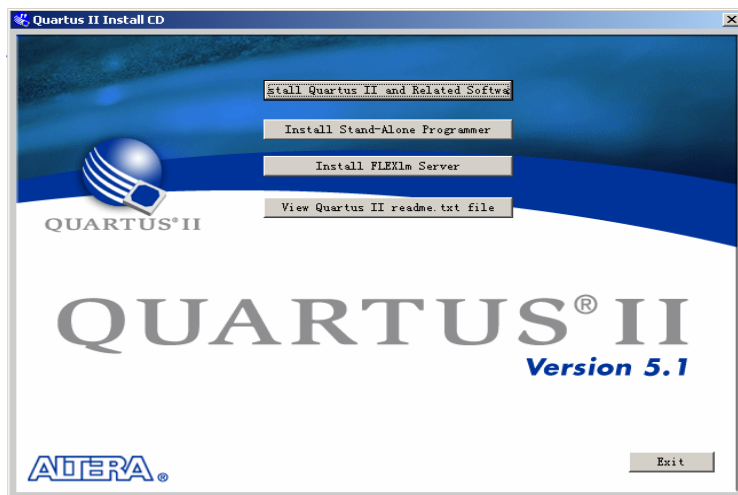

图 3-14 安装选项界面
(1) 将 QuartusII 设计软件的光盘放入计算机的光驱中，打开光盘并运行光盘中的安装程序 **INSTALL.EXE** 文件，出现如图 3-14 所示的安装界面。